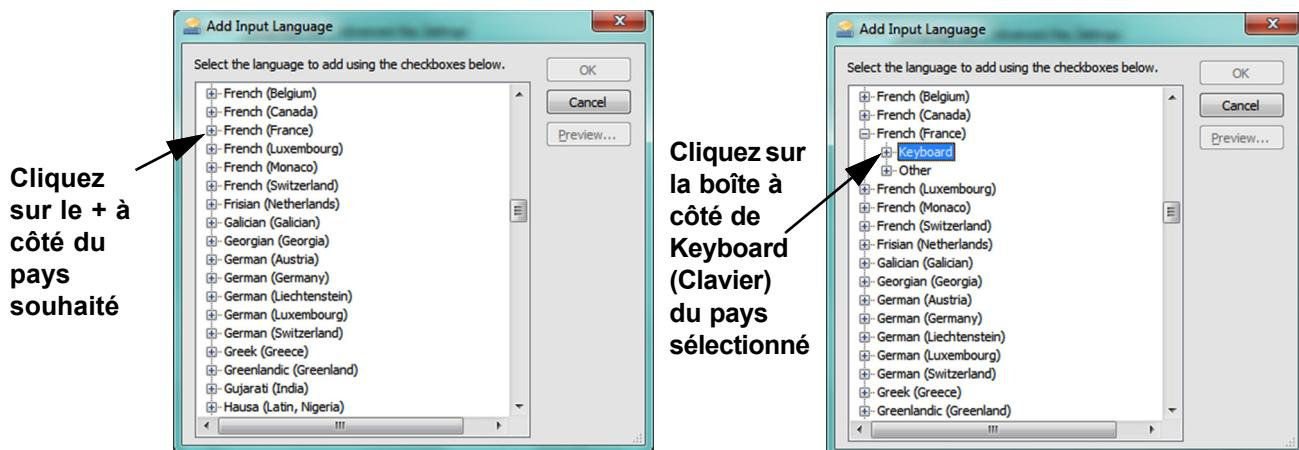
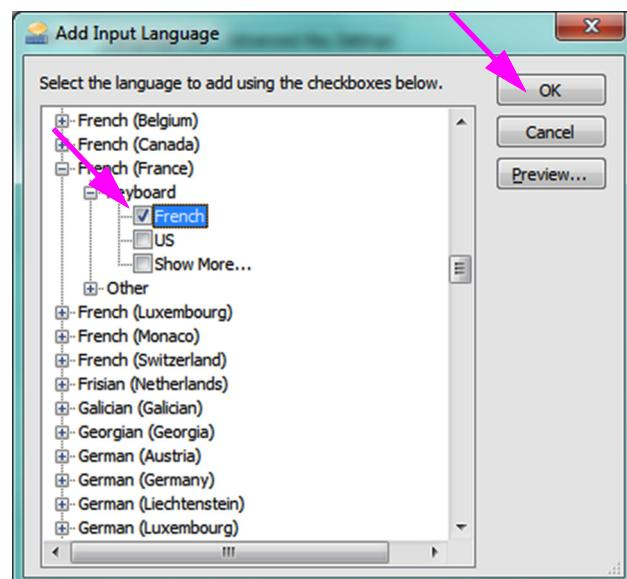

Figure C-9. Écran Add Input Language (Ajouter une langue d'entrée) avec le français sélectionné (exemple)
Figure C-10. Fenêtre Add Input Language (Ajouter une langue d'entrée) avec toutes les entrées
4. Dans la fenêtre Add Input Language (Ajouter une langue d'entrée), utilisez le menu déroulant pour sélectionner la combinaison de langue (pays) souhaitée, cliquez sur le + se trouvant à côté de la langue (pays) souhaitée, puis cliquez sur le + à côté du clavier (cf. Figure C-9).
5. Lorsque vous avez sélectionné le nouveau clavier correspondant à la langue sélectionnée dans la Figure C-9, un menu déroulant s'affiche sous le clavier sélectionné (cf. Figure C-10).